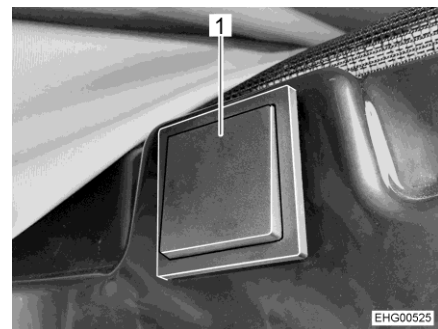

Bild 32 Taster für elektrische Entriegelung
Einbauort Taster Der Taster für die elektrische Entriegelung (Bild 32) ist auf der rechten Seite im Bereich über der Schiebetür angebracht.
- Taster (Bild 32,1) mindestens 2 Sekunden lang drücken.